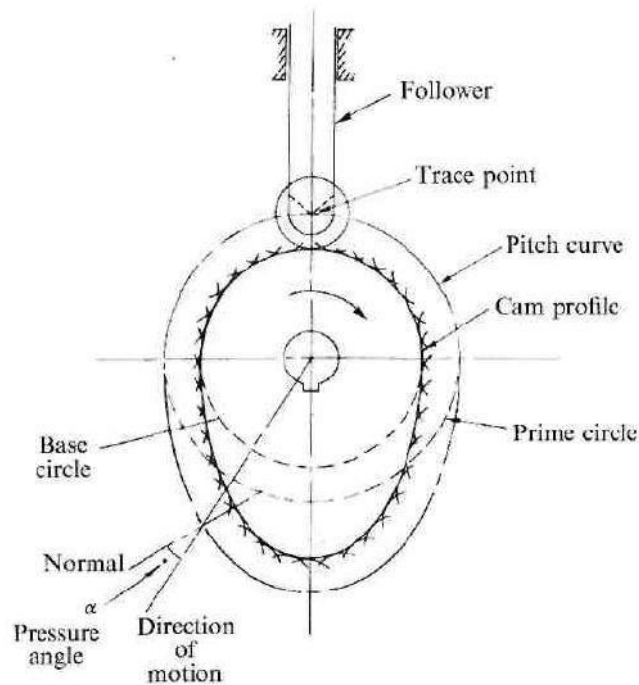

Fig.6.7
**Cam nomenclature (Fig. 6.7):**